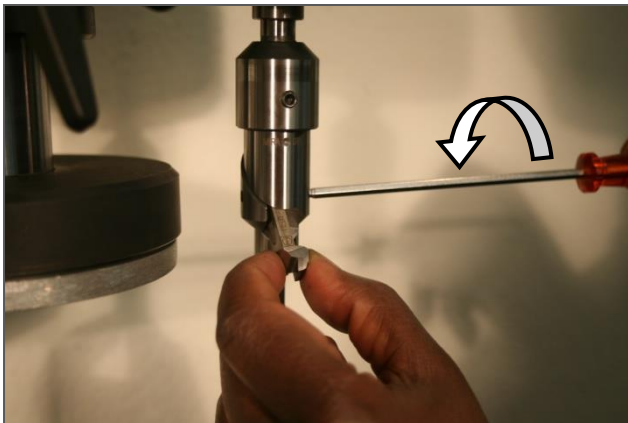

Fig. 11
7. Der Formstahl kann jetzt leicht angezogen werden. Er muss jedoch leicht beweglich bleiben für die folgenden Einstellarbeiten Fig. 11